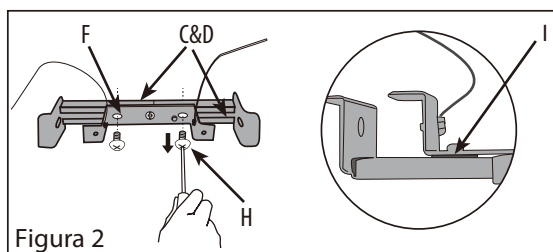

Figura 2
3. Retire el soporte de montaje (F) y la arandela (I) de las secciones interna y externa del brazo de fijación (C/D) extrayendo los dos tornillos laterales de 1/4 pulg. (6,4 mm) de largo (H) (Figura 2).